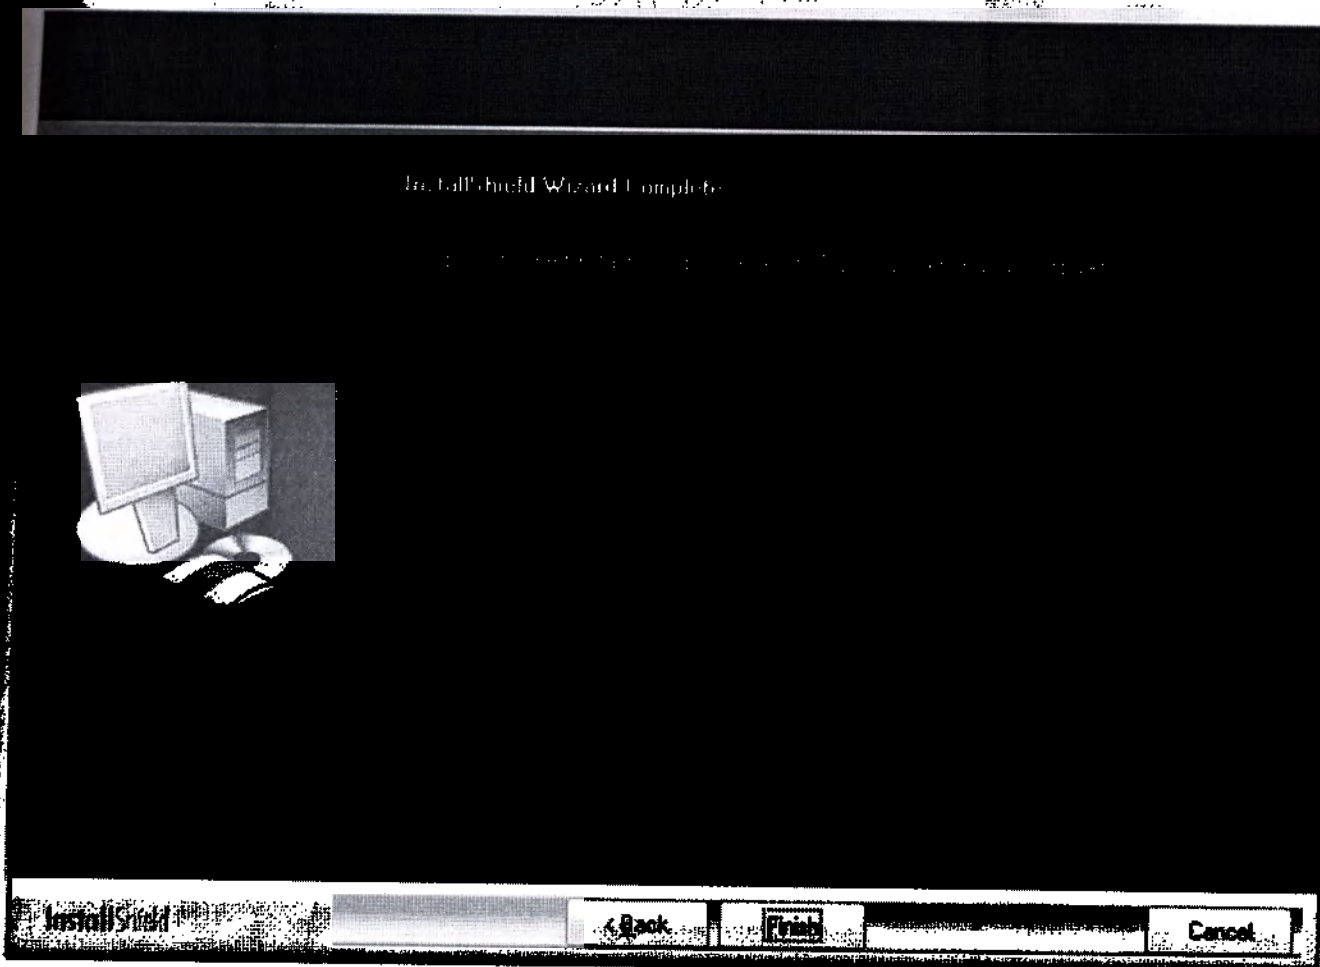

Рисунок 14
– нажать [Готово], выполнить перезагрузку компьютера (рисунок 14).